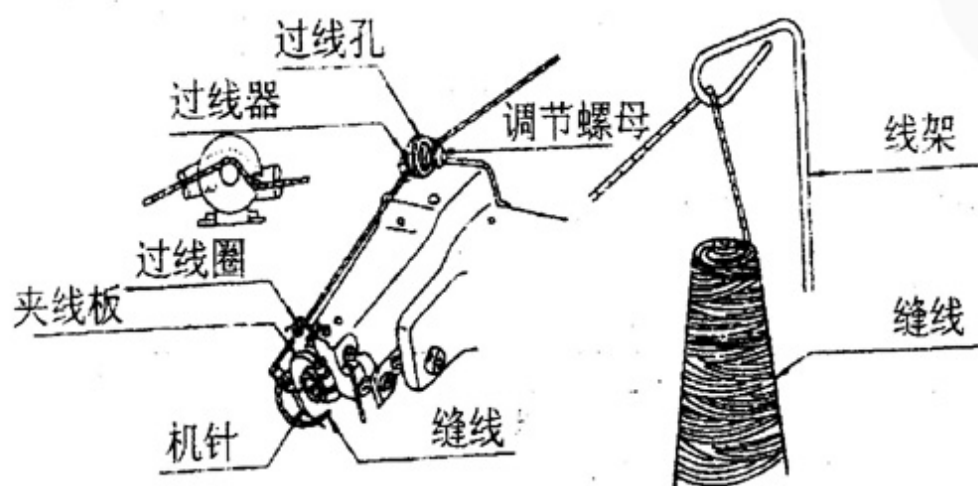

图 9
## 六、穿线方法（图 9~12）
1. 从线团中抽出线头、穿过线架（图 9）
### 3. 按图 9 正确穿线